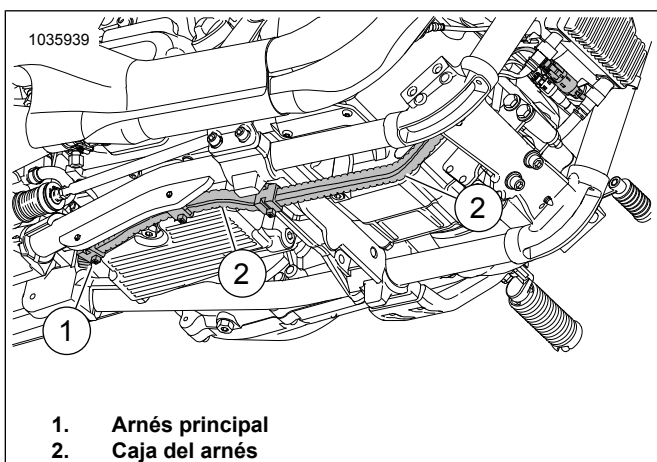

Figura 44. Caja del arnés
14. Vea la Figura 44. **Sensor de oxígeno delantero (cable del arnés largo):**
- b. Ubique el arnés principal (1) dirigido hacia la caja del arnés (2).
- c. Enrute el arnés a lo largo de la caja del arnés principal (2) hacia el conector del sensor de oxígeno delantero.
- e. Asegure el arnés al lado interior de la caja del arnés (2) con las correas de cables según sea necesario.